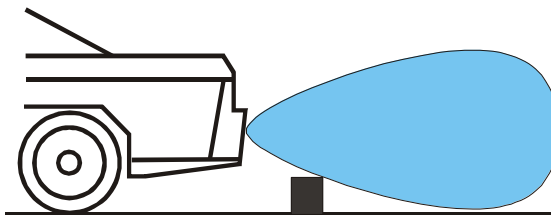

Рис. 10
7.2 Минимальное расстояние обнаружения бордюра (и других низко расположенных объектов), т.н. ширина «вертикальной мертвой зоны», зависит от высоты и угла установки датчиков (см. рис. 10). Например, при высоте установки датчиков 60 см, минимальное расстояние обнаружения бордюра высотой 20 см будет около 70см, а при высоте датчиков 40 см и угле наклона 7° , минимальное расстояние обнаружения такого бордюра будет около 50см. Т.е. находясь ближе этого расстояния, бордюр не будет обнаружен.